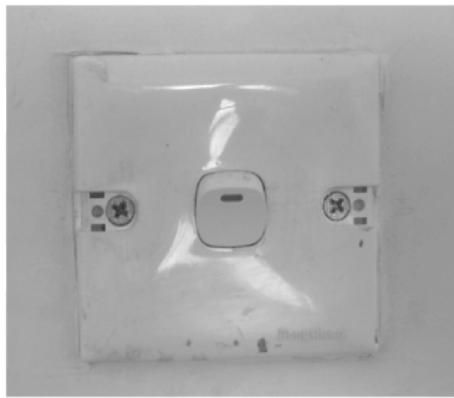

图 6-13 尚未安装护板的开关
(12) 将开关两侧的护板安装到开关上，如图 6-13 所示，至此，单控开关便已经安装完成。